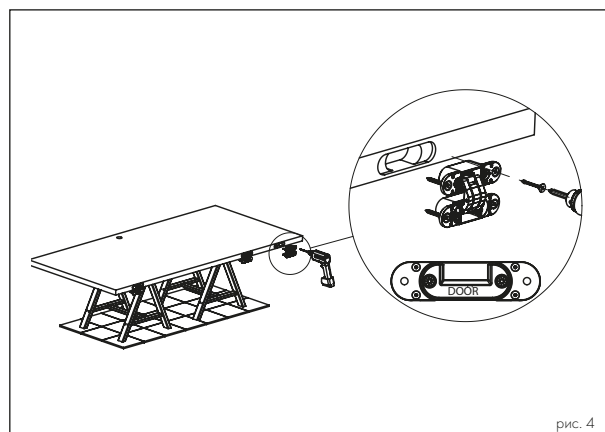

рис. 4
3. Установить петли в соответствующие пазы согласно маркировке и зафиксировать их саморезами 5x40: Маркировка DOOR – в дверное полотно (см. рис. 4);